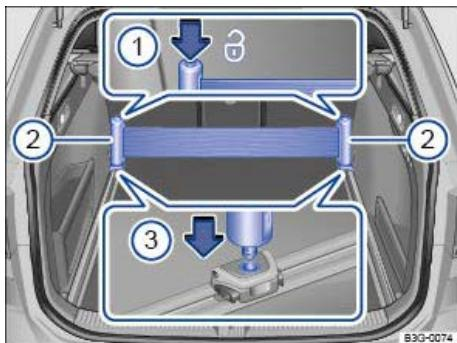

Abb. 150 Im Gepäckraum: Spanngurt ein- und ausbauen.
- Halter des Spanngurts \Rightarrow Abb. 150 (2) in beide Hände nehmen und beide Tasten des Spanngurts \Rightarrow Abb. 150 (1) drücken und gedrückt halten.
- Die Halter des Spanngurts nacheinander in die Aussparung der jeweiligen verschiebbaren Verzurröse \Rightarrow Abb. 150 (3) einsetzen und einrasten lassen.
- Tasten des Spanngurts \Rightarrow Abb. 150 (1) loslassen.
- Tasten des Spanngurts \Rightarrow Abb. 150 (1) drücken, um den Gurt zu straffen.
- Jeweilige Taste des Spanngurts \Rightarrow Abb. 150 (1) drücken und gedrückt halten.
- Halter \Rightarrow Abb. 150 (2) nach oben aus der verschiebbaren Verzurröse ziehen.
- Die beiden Halter des Spanngurts \Rightarrow Abb. 150 (2) langsam zusammenführen. Der Spanngurt rollt sich selbsttätig auf.